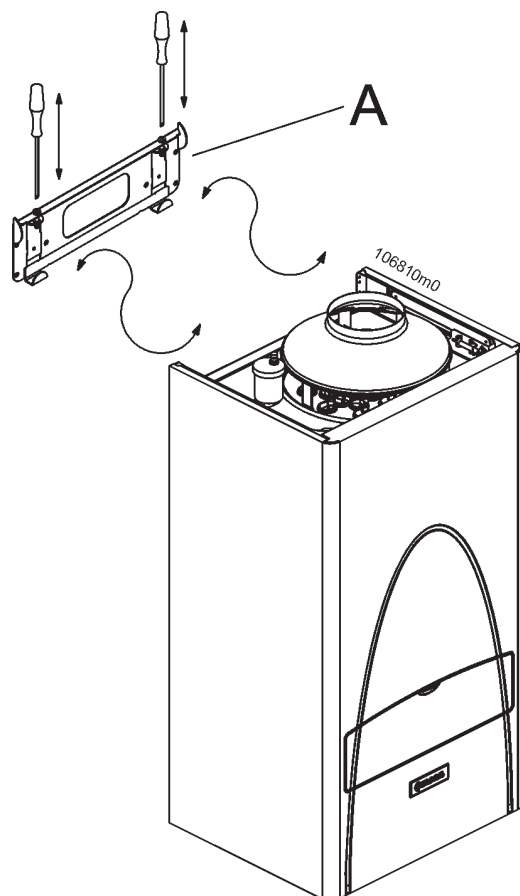

Figura 10 - Piastra regolabile di sostegno
- fissare la staffa di sostegno A (vedi figura 10), alla parete, con le viti dei tasselli a corredo;
- appendere la caldaia alla staffa A (vedi figura 10);